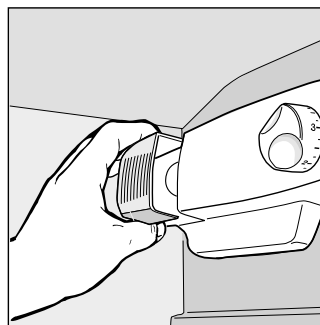

Bild. 3
- Byt av glödlampen. I den bakre delen av termostatlådan finns glödlampen för innerbelysningen. Innan du byter glödlampa, dra ut stickproppen från vägguttaget, skruva sedan loss lampan och byt ut den med en max. 15 W lampa såsom visas i bild 3.